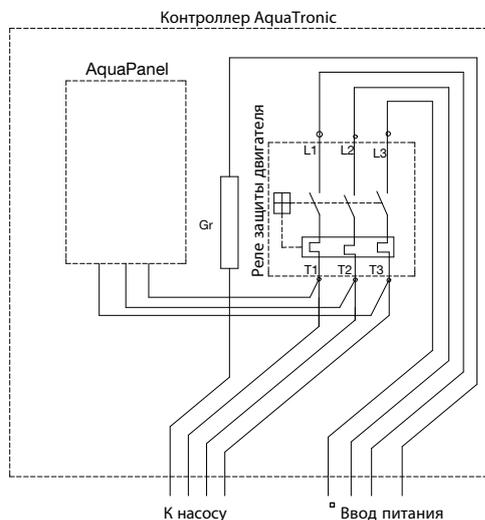

Рис. 1. Коммутационная схема пульта контроллер AquaTronic
2. Если насос не подключен, откройте крышку панели, убедитесь, что питание отключено, и подсоедините кабель насоса согласно коммутационной схеме (рис. 1).